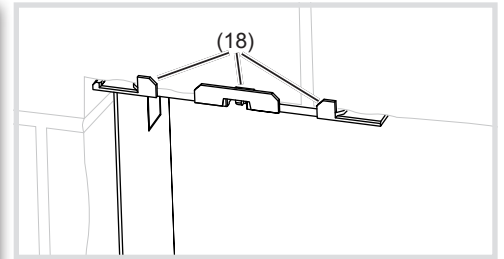

Bild 5: Einbauposition der Befestigungselemente
- (16) Steckschlüssel 5,5 mm
- (17) Befestigungselemente
- Die Aufschlagwinkel (18) der Befestigungselemente müssen auf der Wandoberfläche aufliegen (Bild 5).